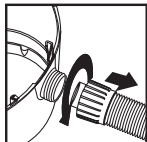

FIGURE 26
49. Dévissez l'écrou autobloquant du tuyau et retirez le tuyau de l'admission. FIGURE 26.